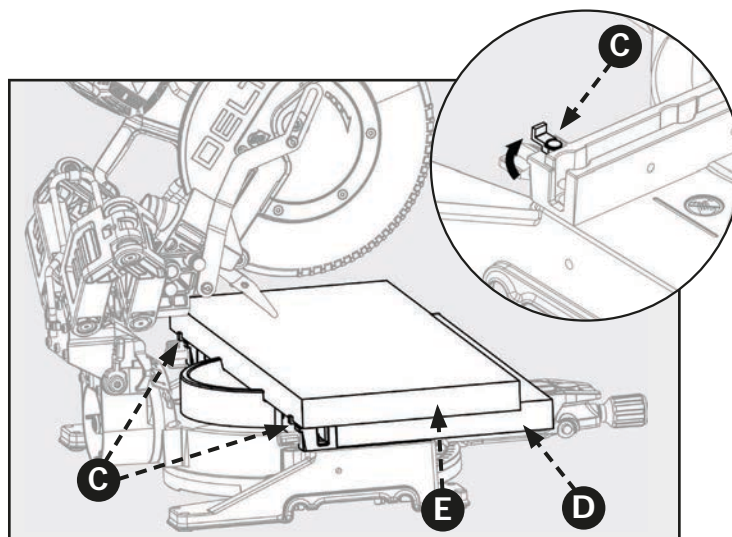

Figura 28
2. Voltee las lengüetas de apoyo (C) hacia su posición. Las lengüetas (C) están ubicadas en el lado izquierdo y derecho de la guía tope inferior (fija). Estas funcionarán como el tope posterior de la pieza de trabajo. Consulte la Figura 28.
3. Deberá agregar una tabla de mesa auxiliar (D) para brindar apoyo para la pieza que requiere un corte de gran capacidad (E). Coloque la tabla de mesa auxiliar de 2" x 14" (D) en la mesa de la sierra y contra la sección inferior (fija) de la guía tope de la sierra. Asegúrese de que la tabla esté colocada de forma segura contra la guía tope inferior (fija).
NOTA: Utilice tornillos para madera para asegurar la tabla de la mesa auxiliar (D) a la guía tope inferior (fija). Consulte la Figura 28.
4. Utilice las lengüetas de apoyo (C) para asegurar la pieza de trabajo antes de realizar algún corte.